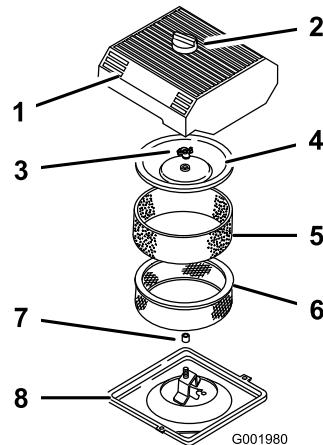

Figure 47
3. Nettoyez la surface autour du filtre à air pour éviter que des impuretés n'endommagent le moteur en tombant à l'intérieur (Figure 47).
4. Desserrez le bouton sur le couvercle du filtre à air et déposez le couvercle (Figure 47).
5. Sortez délicatement l'élément en mousse de l'élément en papier (Figure 47).
6. Dévissez l'écrou du couvercle et enlevez le couvercle et l'élément en papier (Figure 47).
- Glissez délicatement l'élément en mousse sur l'élément en papier (Figure 47).
- Vissez l'écrou à la main contre le couvercle (Figure 47).
- Remettez en place le couvercle du filtre à air et le bouton (Figure 47).